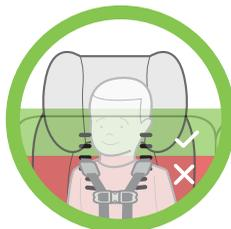

Figure 113
**Orientation vers l'avant** – Les sangles du harnais doivent traverser les fentes des sangles du harnais au niveau ou au-dessus – et le plus près possible – des épaules de l'enfant, tel qu'illustré dans la **Figure 113**.